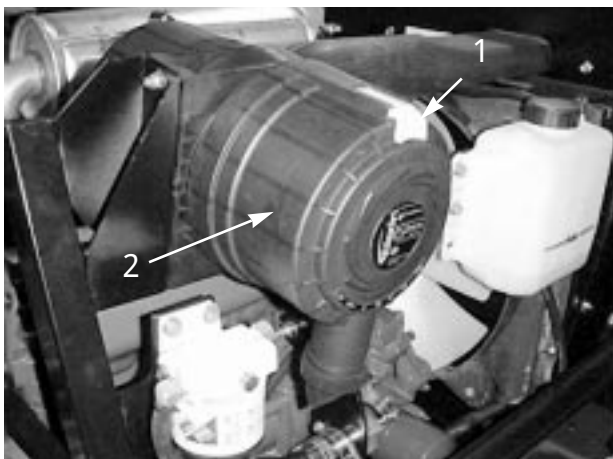

図 28
400 運転時間ごと、又はエアクリーナ・インジケータ ( 図 28 ) が赤に変わったら直ちに、フィルタの手入れを行ってください。フィルタの手入れを余り頻繁に行うのはよくありません。
- 1 . ラッチを外し、カバーを左にひねってボディーからはずし、カバー内部を清掃する ( 図 28 ) 。
8. インジケータ（図28）が赤になっている場合はリセットする。